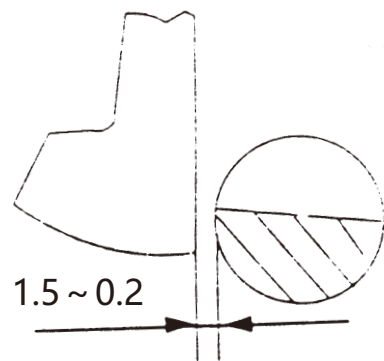

图7 扣片与半轴间隙量
7.1.2 断路器合闸时，当传动轴套6（图2）旋转至最大角时，扣片与半轴间应有1.5~2mm的间隙（见图7），可通过调整调节螺钉30（图2）来达到。